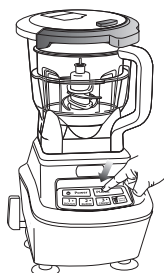

Fig. 5
- 8 Sélectionnez la vitesse qui satisfait le mieux à vos besoins. Pour obtenir de meilleurs résultats; appuyez sur la touche de pulsations à brefs intervalles. (Fig. 5)